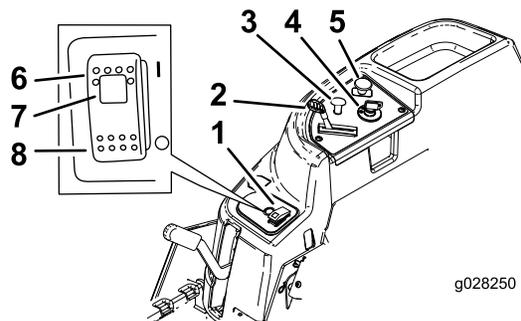

Figure 6
L'accélérateur commande le régime moteur et peut se régler à l'infini entre BAS RÉGIME et HAUT RÉGIME (Figure 6).
La commandes des lames, représentée par le symbole de la prise de force (PDF), engage et désengage l'entraînement des lames (Figure 6).
- Appuyez sur la commande Smart Park™ pour la mettre à la position ACTIVÉE (Figure 6).